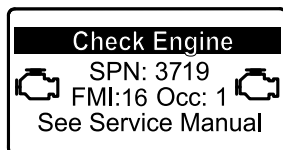

Figura 31
- Si es necesario realizar la regeneración con la máquina aparcada, el InfoCenter muestra la advertencia del motor SPN 3719, FMI 16 (Figura 31) y el ordenador del motor reduce la potencia del motor al 85%.